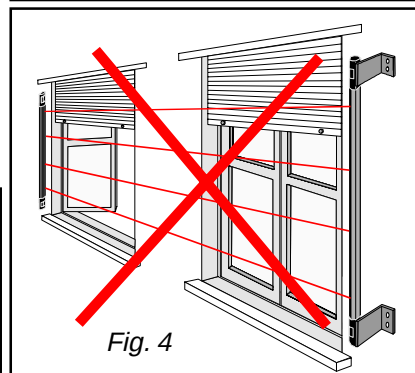

Fig. 4
- Non montare mai le due colonne in esterno (su staffe) per la protezione contemporanea di più finestre (fig. 4).
- Ne jamais monter les colonnes à l'extérieur (sur des supports) pour protéger plusieurs fenêtres en même temps (fig. 4)*
- Do not mount the columns outside (on brackets) to protect several windows contemporaneously (fig. 4).*